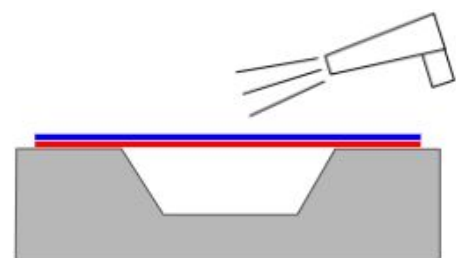

Fig.2
- 2) Riscaldare il materiale tra 35°C e 50°C per ammorbidire la pellicola, facilitando così il procedimento di posa. Fig.2